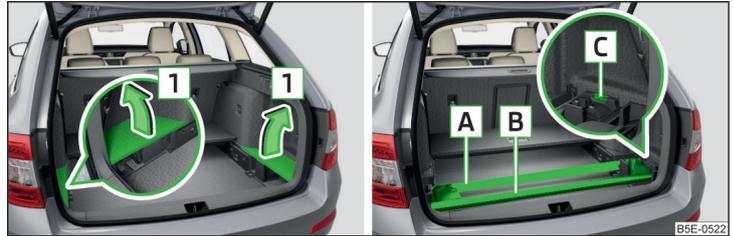

Abb. 134 Seitenabdeckungen des Gepäckraums herausnehmen / Dachgepäckträger verstauen
- Die Seitenabdeckungen des Gepäckraums in Pfeilrichtung **1** » Abb. 134 herausnehmen.